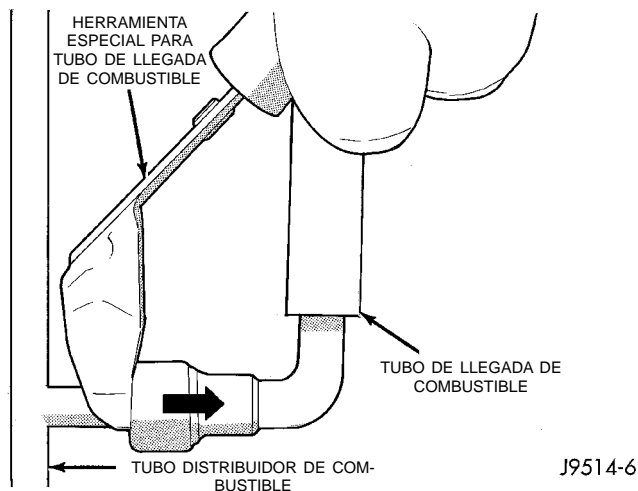

Fig. 20 Desconexión del tubo de llegada de combustible—Característico
(5) Desplace la mordaza aseguradora en dirección al tubo distribuidor de combustible mientras lo levanta con el destornillador.
(6) Introduzca la Herramienta especial de extracción de conducto de combustible (Snap-On N° FIH 9055-1 o equivalente) dentro del conducto de combustible (Fig. 20). Utilice esta herramienta para soltar las garras de traba del extremo del conducto.